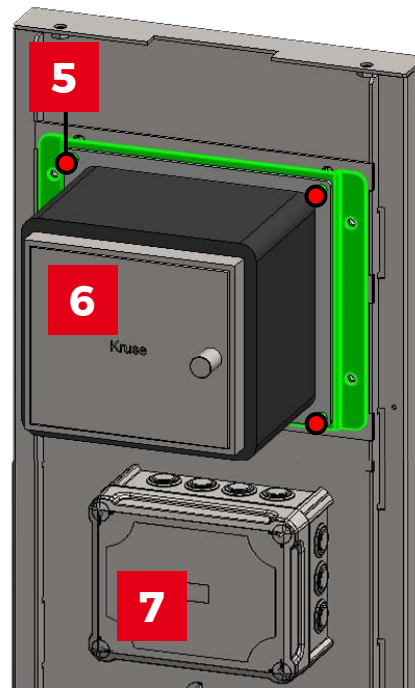

Abbildung 11: Kruse, Basic
- ➔ Der FSD Kruse basic [6] (Abb. 11) ist jetzt für den Verschluss der HS-UNI vorbereitet. Nächste Arbeitsschritte sind: Aufsetzen des Wetterschutzdaches auf die Frontblende (5.8 *Wetterschutzdach auf Frontblende montieren*., Seite 35), einhängen der Frontblende mit Wetterschutzdach (5.9 *Frontblende in Rückwand einhängen*, Seite 36), Einhängen und Verriegeln der Frontklappe (6.2 *Frontklappe einhängen*, Seite 40; 8.1 *Frontklappe verriegeln*, Seite 44) sowie der Verschluss der HS-UNI (8 *Säule verschließen*, Seite 44).